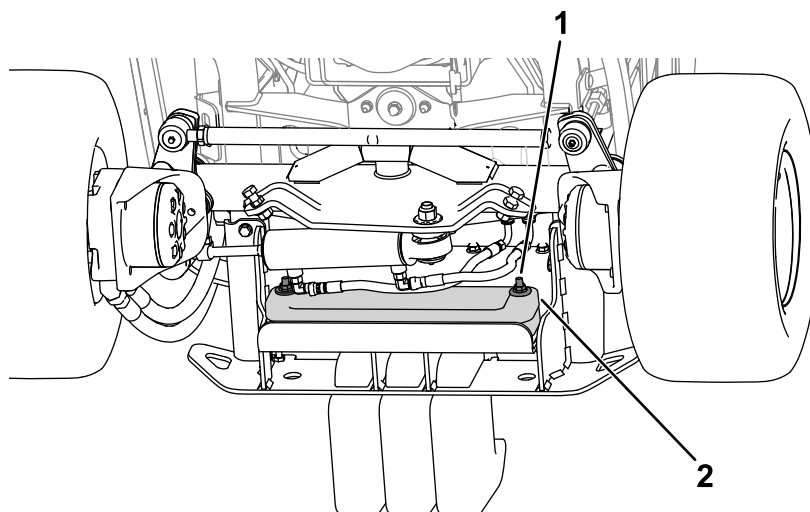

Figure 20
2. Serrez les fixations pour fixer les masses sur le pare-chocs (Figure 20).